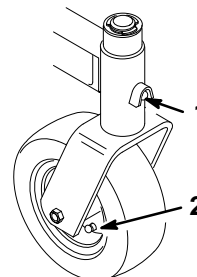

Figure 31
4. Graisser les graisseurs des fourreaux du châssis porteur et des roues pivotantes (Fig. 31).